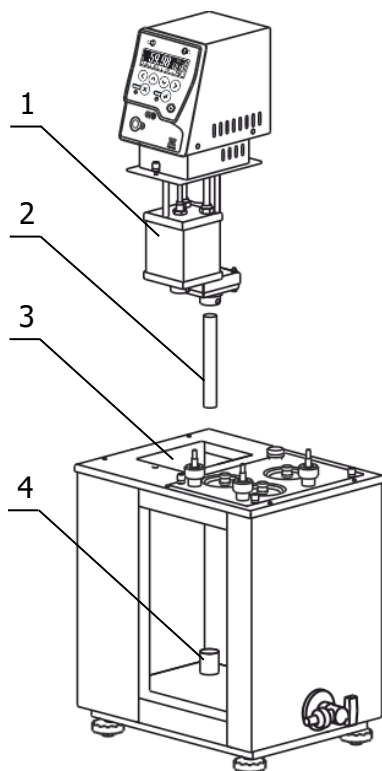

Рисунок 3 — Установка блока регулирования
2.2.3 Вставить входную трубку насоса 2 (рисунок 3) во входной патрубок блока регулирования на 15 мм и зафиксировать ее винтом.
2.2.8 Причина отсутствия перелива — неправильная работа насоса, вызванная воздушной пробкой, образовавшейся в резервуаре 1 (рисунок 3). Для ее устранения необходимо: